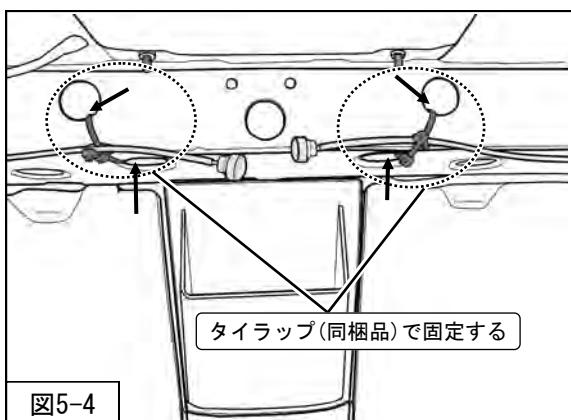

図5-4
5. トランクルーム内のワイヤーケーブル・アウター ケースをタイラップ（同梱品）で固定してください。（図5-4）